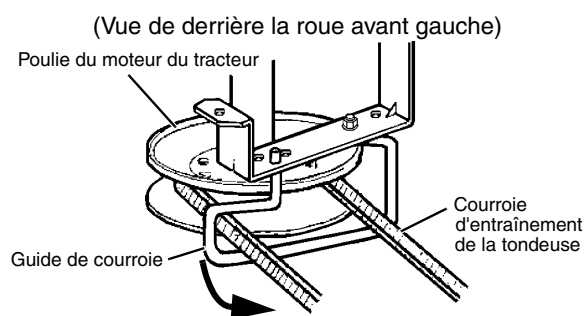

FIGURE 9
- Tirer sur le côté gauche du guide de courroie et tourner en l'écartant de la poulie du moteur. Installer la courroie sur la poulie et remettre le guide de courroie à sa position d'origine. S'assurer que le guide est calé dans le trou. (voir FIGURE 9).
- Positionner la courroie d'entraînement dans la gorge de la poulie du moteur du tracteur, à l'intérieur de guide de courroie (voir FIGURE 9).